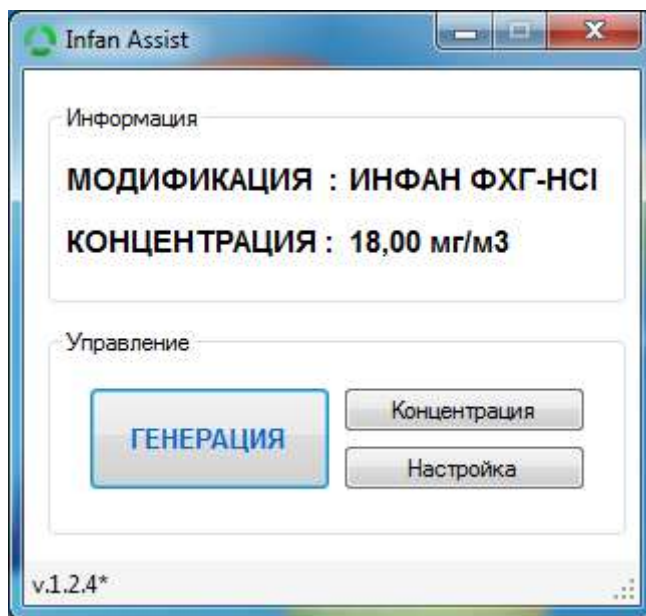

Рисунок 4 Главное окно программы
2.4.2.1 Запустить программу управления генератором в режиме ФХГ-НСI. Для запуска программы необходимо запустить иконку на рабочем столе Windows «InfanAssist NSI», либо иконку в главном меню Windows «Пуск → Программы → InformAnalytica → ИНФАН → InfanAssist NSI». После запуска «Infan Assist» на экране монитора появится главное меню управления программой. Главное меню программы представлено на рис. 4.